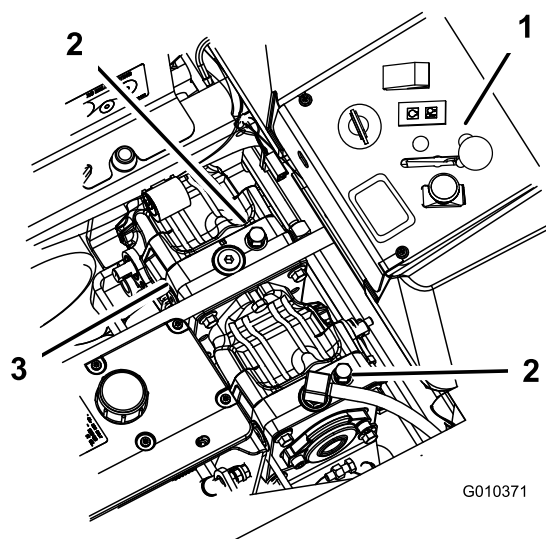

Figura 39
2. Rode as válvulas de derivação no sentido contrário aos ponteiros do relógio 1 volta para empurrar (Figura 39).
Rode as válvulas de derivação no sentido dos ponteiros do relógio 1 volta para operar a máquina (Figura 39).